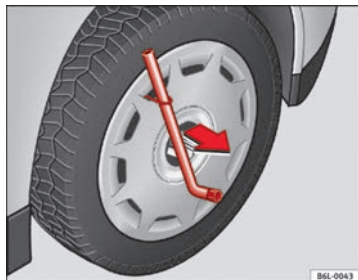

Fig. 136 Retirar o tampão
- Retire o tampão integral da roda com o gancho metálico ⇒ Fig. 136.